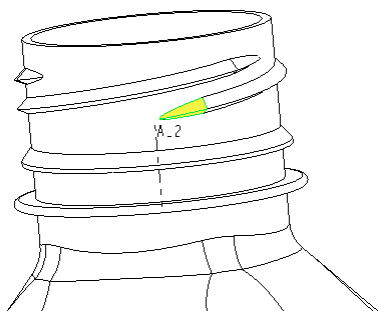

图 13-99 扫描混合 2
⑨ 单击“扫描混合”选项卡中的“完成”按钮，完成好的一处螺纹末端造型如图 13-99 所示，图中已经隐藏了投影线。
① 选中刚创建的“扫描混合 2”特征，单击“阵列”按钮，打开“阵列”选项卡。
② 从“阵列”选项卡的阵列类型下拉列表框中选择“轴”选项，然后选择模型中的一